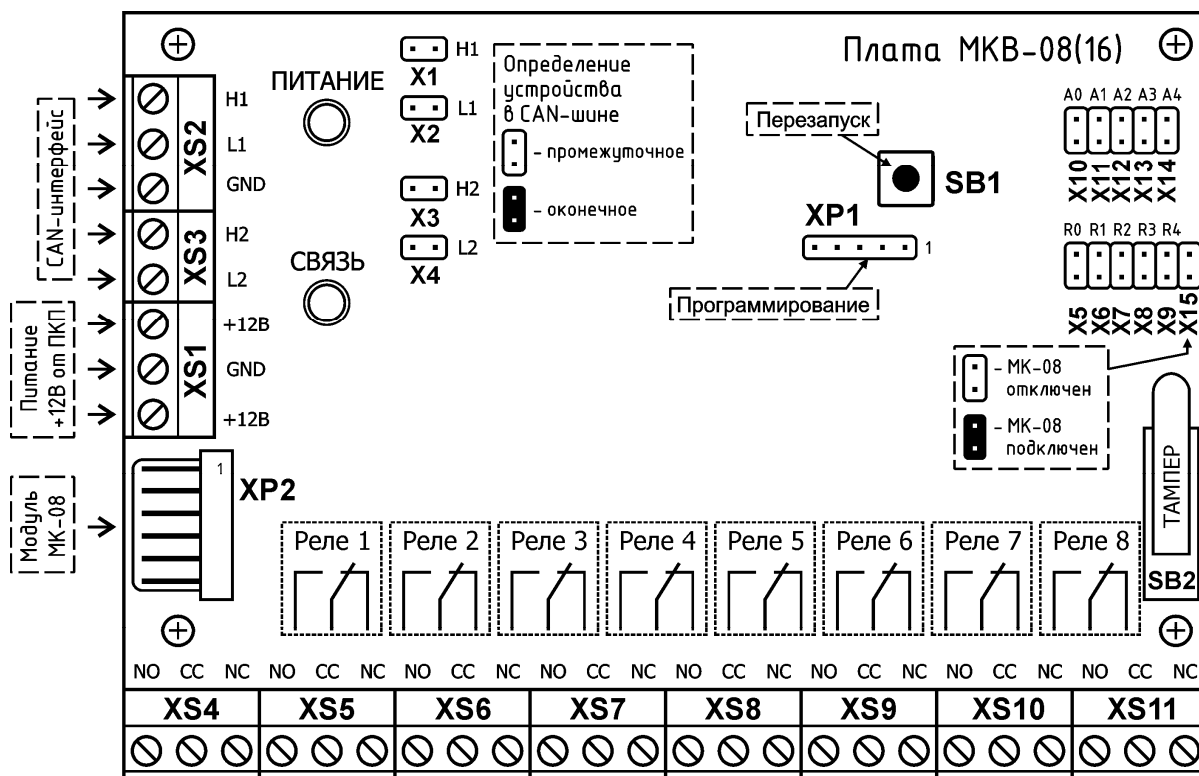

Рисунок 2 - Внешний вид платы МКВ-08(16) и схема подключений
4.2.2 Плата МКВ-08(16) (см. Рисунок 2) установлена внутри корпуса модуля и предна-
- разъём системного программирования микроконтроллера (см. Рисунок 2 и Таблицу 2);
- разъёмы (клеммные колодки) для подключения 8-и исполнительных устройств (см. Рисунок 2 и Таблицу 2);
- разъём подключения расширительного модуля МК-08 (см. Рисунок 2 и Таблицу 2);
- разъём для подключения источника питания 12 В (основного и резервного) - (см. Рисунок 2 и Таблицу 2);
- два разъёма для подключения линий интерфейса CAN (основной и резервный каналы) - (см. Рисунок 2 и Таблицу 2);
- переключки установки диапазона номеров реле блока - (см. Рисунок 2 и Таблицы 3 и 4);
- переключки установки CAN-адреса модуля (установка адреса) - (см. Рисунок 2 и Таблицы 3 и 5);
- переключки установки подключения оконечных резисторов интерфейса CAN (см. Рисунок 2 и Таблицу 3);
- кнопка инициализации модуля «Перезапуск» SB1 (см. Рисунок 2);
- детектор вскрытия корпуса «Тампер» SB2 (см. Рисунок 2).